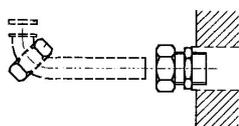

Figura 2-2
- kit raccordi telescopici (vedi Figura 2-2);